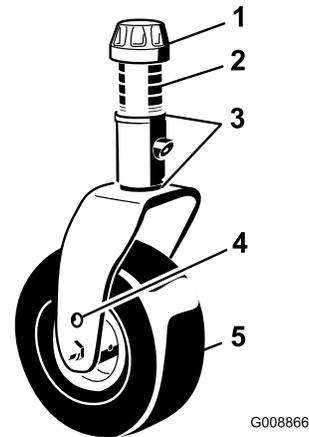

Figura 81
1. Togliete il cappuccio di tensione dall'asse del perno ed estraete il perno dal braccio della ruota orientabile (Figura 81).